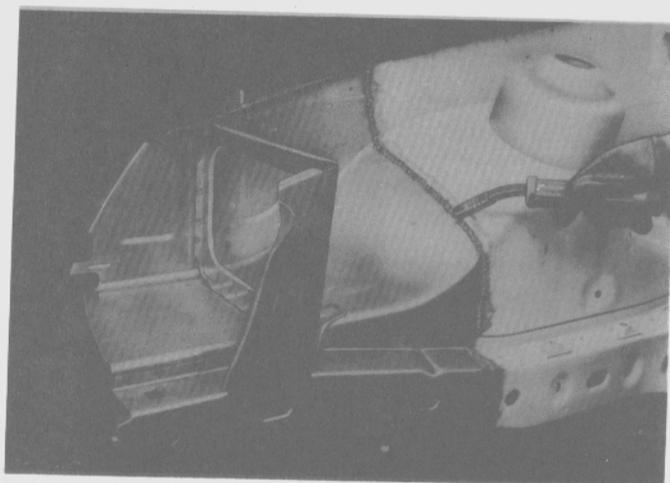

Fig. 161
- Soldar a tope con (MIG) la junta en el larguero. (Fig. 161).